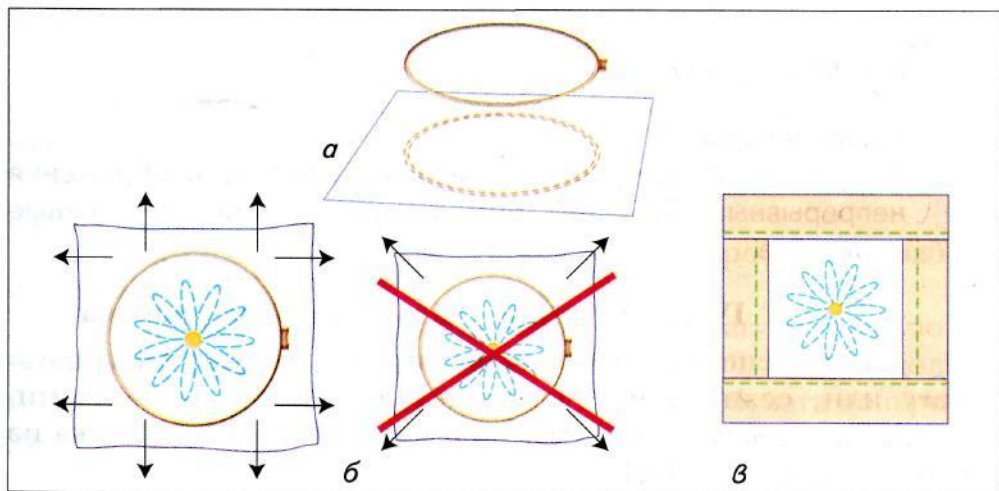

Рис. 61. Заправка ткани в пяльцы
1. Положи меньший обруч пялец на стол, накрой его тканью (рис. 61, а).
4. Натяни ткань в направлениях нитей основы и по утку (рис. 61, б).
Ткань небольших размеров трудно заправить в пяльцы, поэтому к ее краям швейными нитками пришивают полоски любой ткани, а затем запяливают. По окончании работы их можно легко удалить (рис. 61, в).